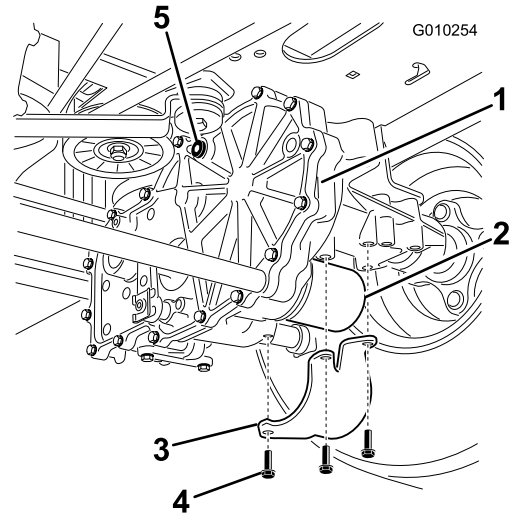

Figura 47
2. Localice el filtro y los protectores de cada sistema de tracción del transeje (Figura 47). Retire los tres tornillos que sujetan el protector del filtro, y retire el protector.